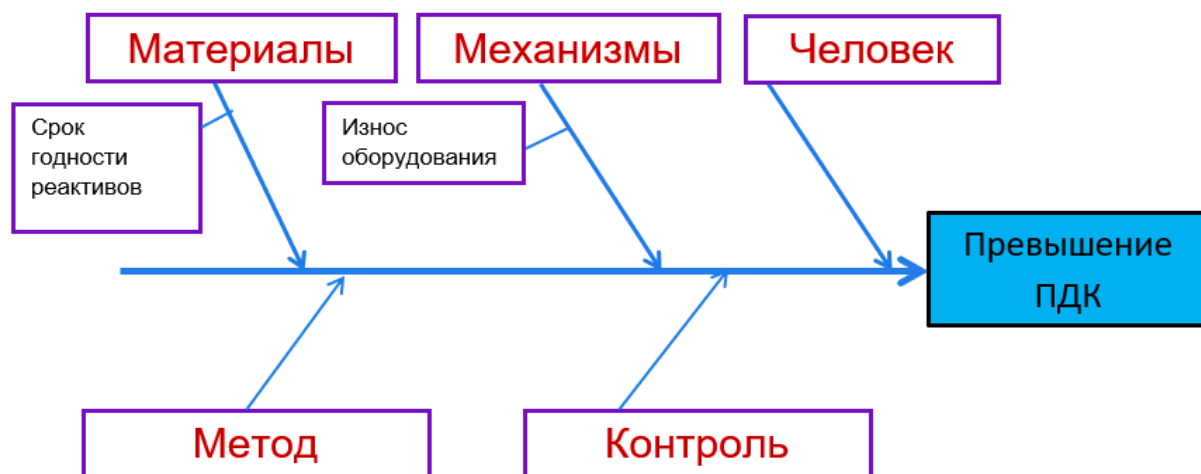

Рис. 5. Указание причин проблемы на диаграмме
6. Причины проблемы, выявленные в ходе исследования, распределяются по установленным категориям и указываются на диаграмме в виде «ветвей», примыкающих к основным «ветвям» (рис. 5).